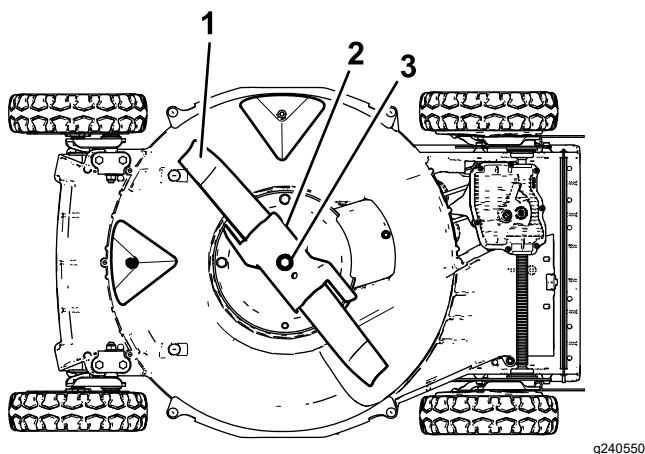

Figure 23
3. Basculez la machine sur le côté, comme montré à la Figure 23.